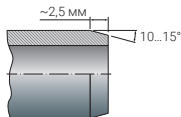

Рис. 5. Подготовка концов трубы перед нанесением клея
4. Удалите внутренние заусенцы или выступающие кромки с помощью инструмента для удаления заусенцев или ножа. Удалите внешние заусенцы или выступы с помощью напильника или специального инструмента для удаления заусенцев и снятия фаски. Этим же инструментом на конце трубы снимите фаску шириной 2,5 мм под углом 10...15° (см. Рис. 5). Заусенцы могут создать глубокие царапины на предварительно размягчённых поверхностях или привести к заеданию трубы при введении её в фитинг. Фаска облегчает введение трубы в фитинг.
3. Конец трубы должен быть обрезан строго под прямым углом. Необходимо снять фаску с конца трубы (см. Рис. 5, стр. 3).